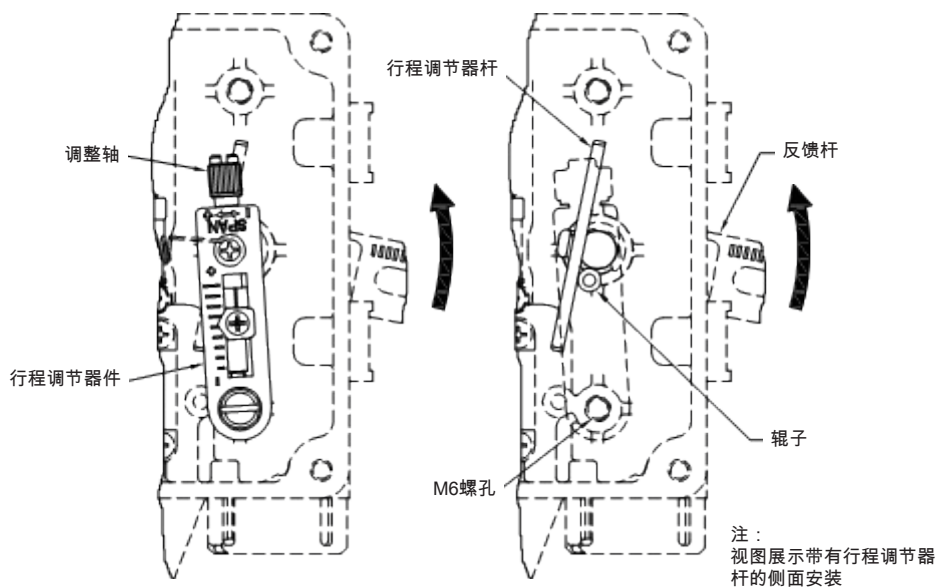

图20 行程调节器件安装（侧面安装 = 反作用，中间安装 = 正作用）
- 中间安装 - 如果在输入信号增强时执行器轴向下移动，装配“行程调节器”至类似下图20所示的下部M6螺孔（反作用）。
- 2) 侧面安装 - 如果在输入信号增强时执行器轴向上移动，装配“行程调节器”至类似下图20所示的下部M6螺孔（反作用）。